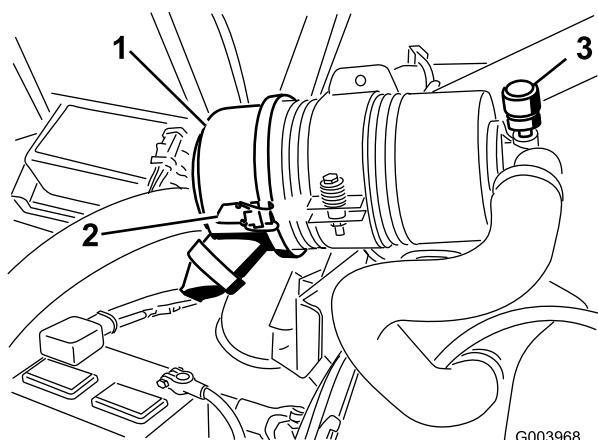

図 60
エアクリーナの整備はインジケータ（図 60）が赤色になってから行ってください。早めに整備を行っても意味がありません。むしろフィルタを外したときにエンジン内部に異物を入れてしまう危険が大きくなります。
1. エアクリーナのカバーをボディに固定しているラッチを外す（図 60）。